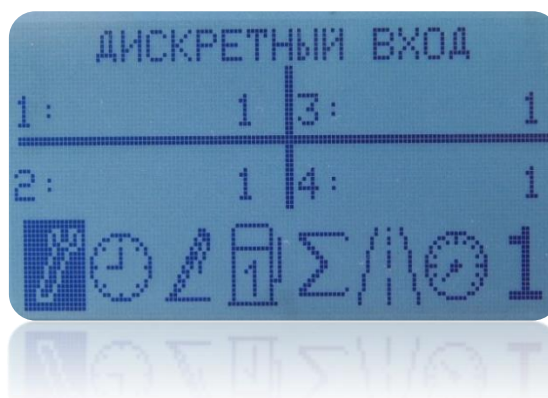

Рисунок 42 – Дискретные входы ETS.BUK
- состояние 4 дискретных входов (рис. 42);